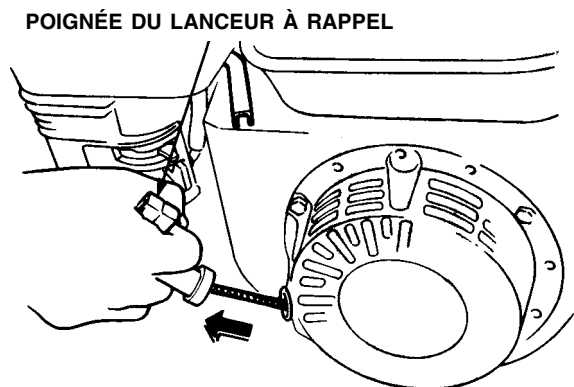

Figure 13. Poignée du lanceur à rappel
5. Saisissez la poignée du démarreur (Figure 13) et tirez dessus lentement. À une certaine position, la résistance devient maximale ; cette position correspond au point de compression. Rembobinez légèrement la corde à partir de ce point et tirez d'un coup sec.